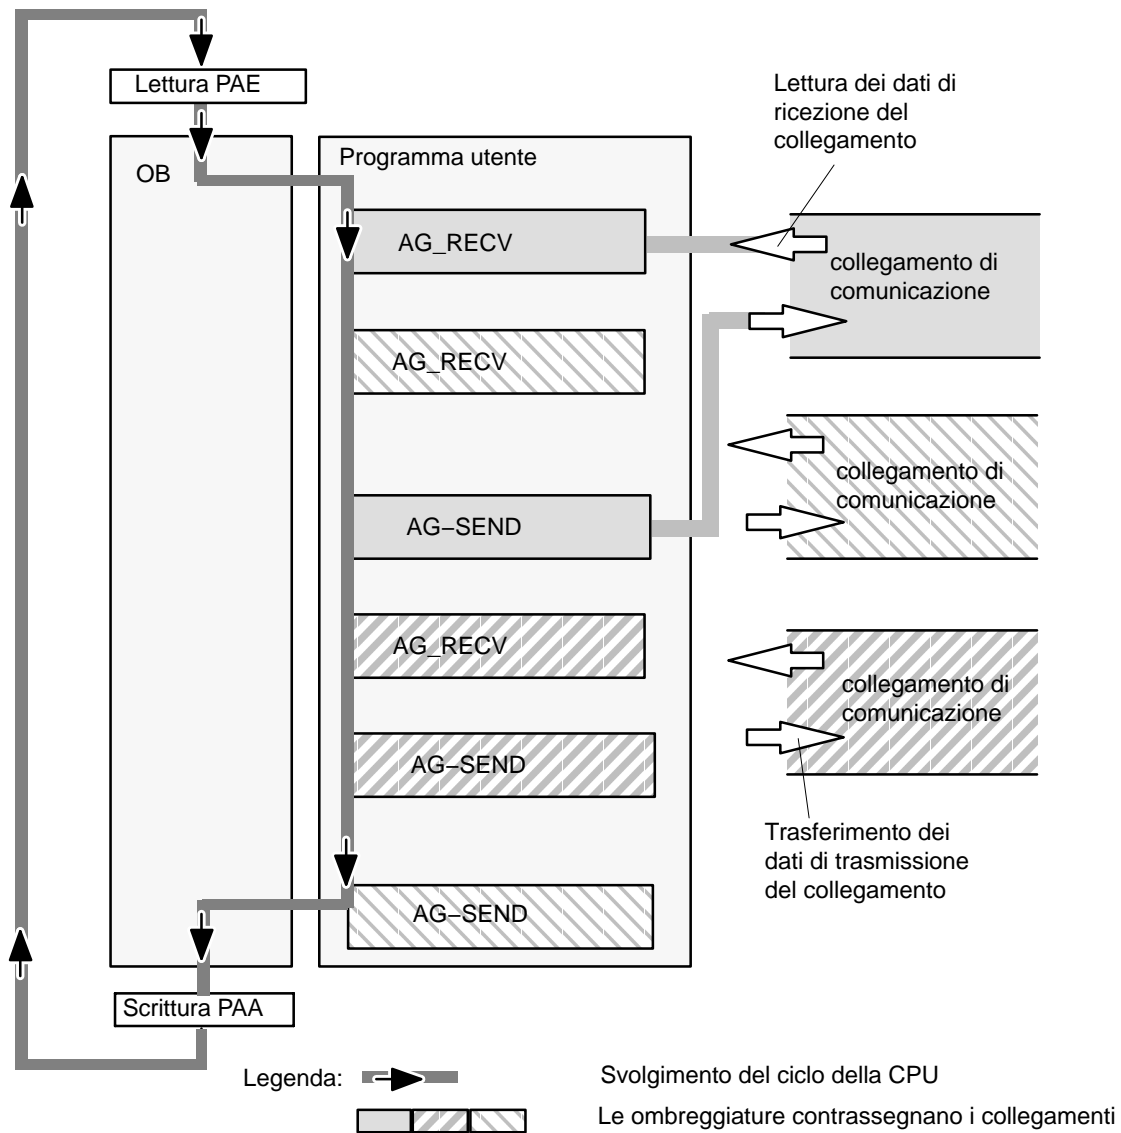

Figura 4-2 Sequenza di svolgimento caratteristica per collegamenti e blocchi FC nel ciclo della CPU
- Il programma utente, che può essere costituito da un numero a piacere di blocchi (OB, FB o FC → vedere anche /5/), accede a più collegamenti nella figura 4-2 sono rappresentati 3 collegamenti).